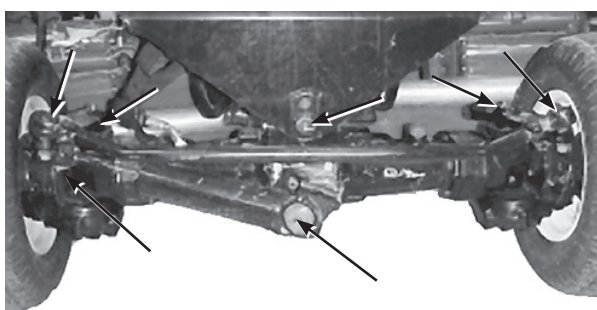

図 38
- ・ 後アクスルのタイ・ロッド (2ヶ所)、ステアリング・シリンダのボール・ジョイント (2ヶ所)、後アクスルのピボット (1ヶ所) (図38)。